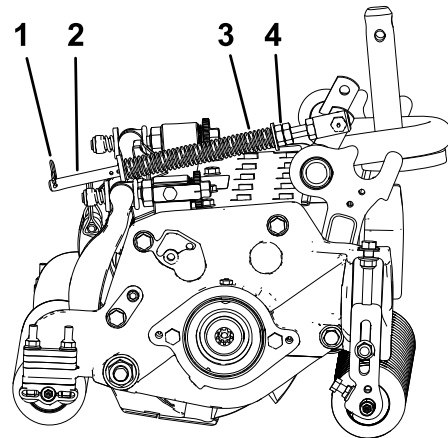

Figura 13
1. Verificate che la coppiglia sia montata nel foro posteriore dell'asta della molla (Figura 13).
compressa della molla non è di 15,9 cm (Figura 13).